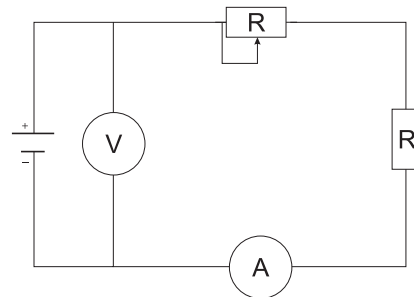

Fig. 5.2
2. Réaliser le montage représenté à la figure 5.2.